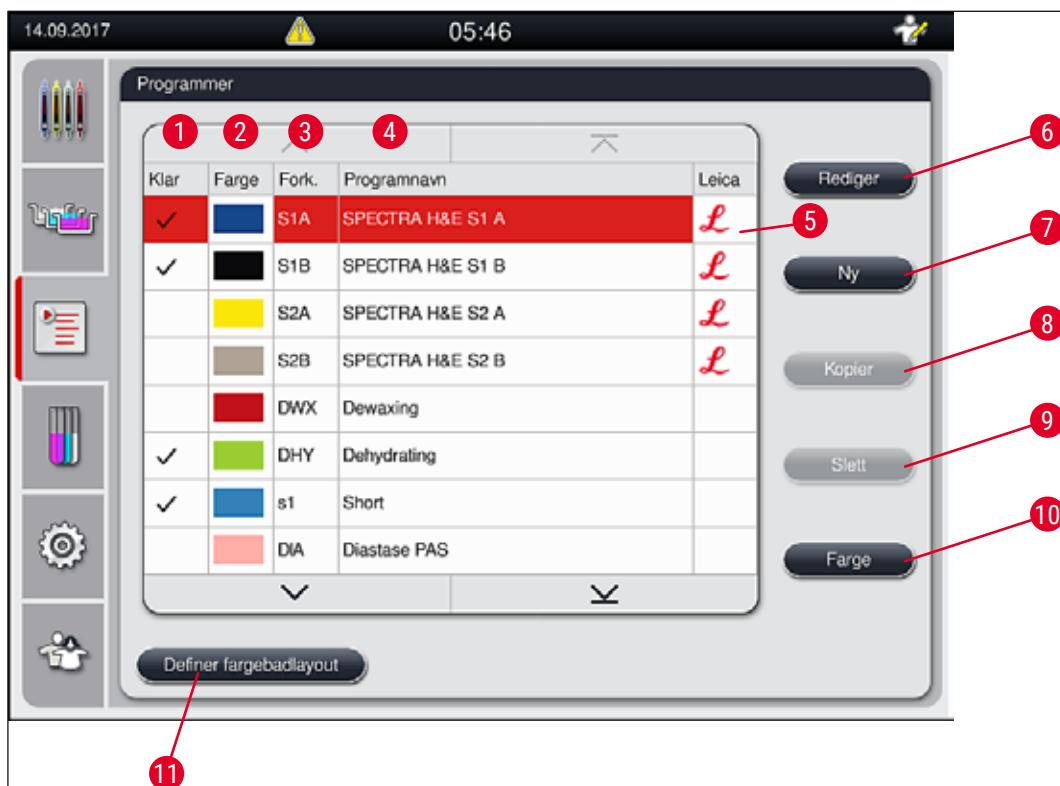

Fig. 40
- Du tilordner en stativhåndtaksfarge til et program ved å trykke på det aktuelle programmet i programlisten (→ "Fig. 40") for å velge det.
Noen Leica fargingsprogrammer kan brukes parallelt med forskjellige innstillinger (fargeintensitet, ovnstrinn) (→ S. 68 – 5.9.3 Tilpassing av Leica H&E fageprogram). Disse programmene er dobbelt forhåndsinstallert i programlisten (→ "Fig. 40"). For å skille mellom disse dobbelt forhåndsinstallerte Leica H&E fargingsprogrammene vises forkortelsene S1A og S1B eller S2A og S2B i programlisten. Disse programmene inneholder nøyaktig de samme programtrinnene. Dersom to identiske programmer integreres i fargebadlayouten, må man også skanne og fylle to identiske Leica fargingssett.